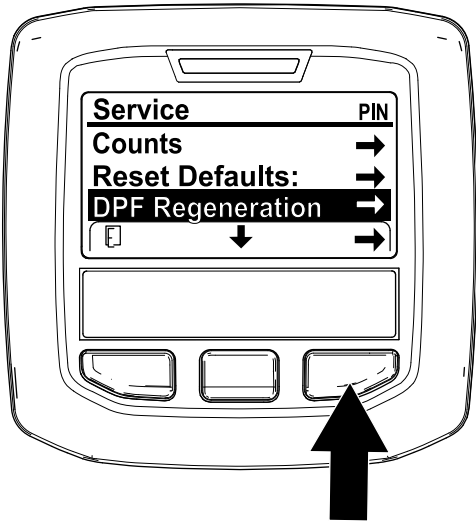

Рисунок 35
1. Перейдите к меню Service (Техобслуживание), нажмите среднюю кнопку для прокрутки вниз к опции DPF REGENERATION (РЕГЕНЕРАЦИЯ DPF) (Рисунок 35).
2. Нажмите правую кнопку для выбора позиции DPF Regeneration (Регенерация DPF) (Рисунок 35).